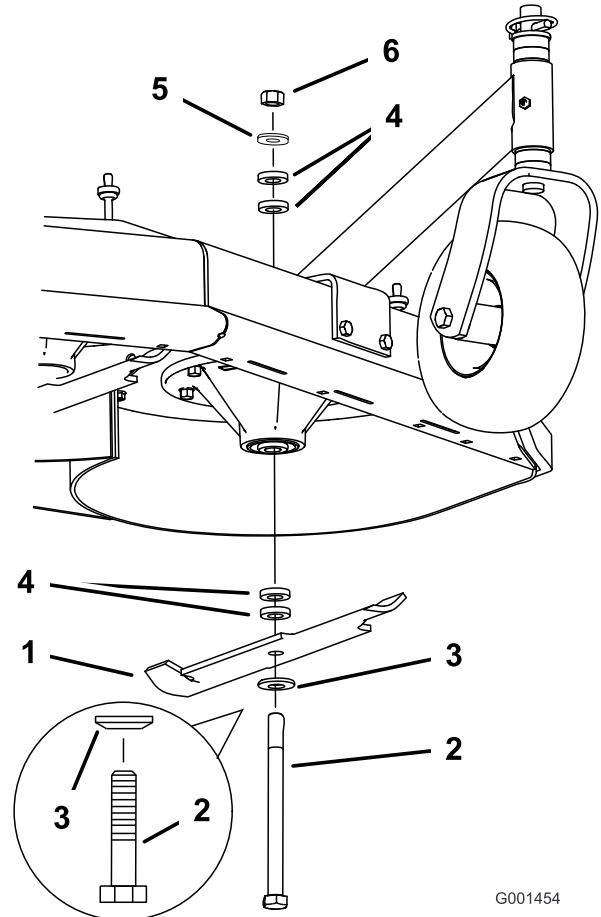

Bild 56
2. Entfernen Sie die Mutter, Messerschraube, Wellenscheibe, die Messerdistanzstücke und die dünne Scheibe von der Spindel (Bild 56).
1. Setzen Sie die Schraube, Wellenscheibe und das Messer ein. Wählen Sie die richtige Anzahl der Distanzstücke für die Schnitthöhe und schieben Sie die Schraube in die Spindel (Bild 56).
2. Setzen Sie die restlichen Distanzstücke auf und befestigen sie mit einer dünnen Scheibe und einer Mutter (Bild 56).